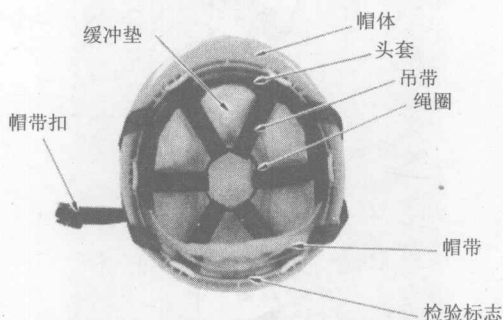

图 1.1 安全帽的各部位名称
(2) 各部位名称
如图 1.1 所示,安全帽由以下部件构成,各部件名称分别为①帽体;②头套;③吊带;④绳圈;⑤帽带;⑥缓冲垫等。
(3) 使用目的